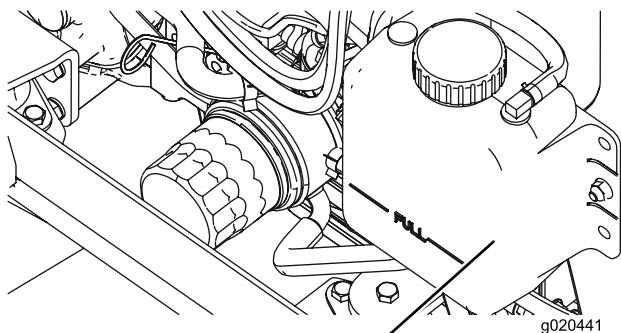

図 9
1. ラジエーターと補助タンクのふた 図 9 を注意深く開ける。